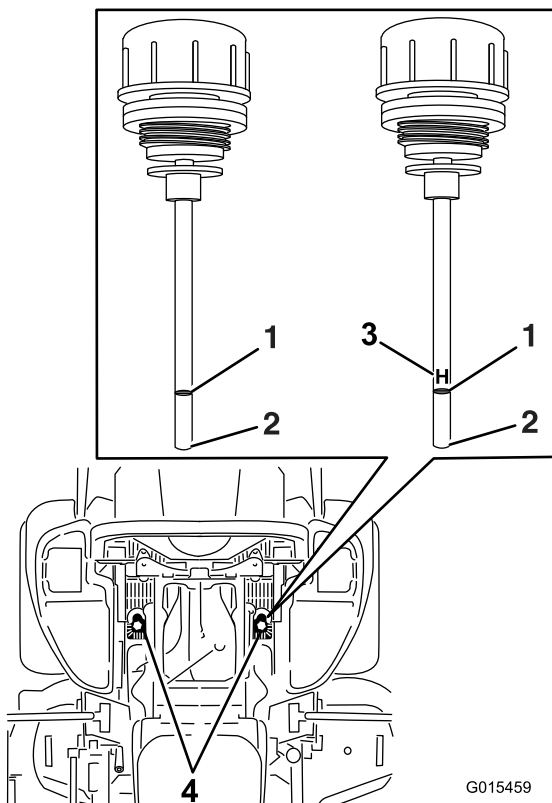

Figura 99
5. Limpie la zona alrededor de las varillas de los depósitos del sistema hidráulico (Figura 99).
6. Retire una varilla del depósito hidráulico (Figura 99).
8. Retire la varilla e inspeccione el extremo (Figura 99).